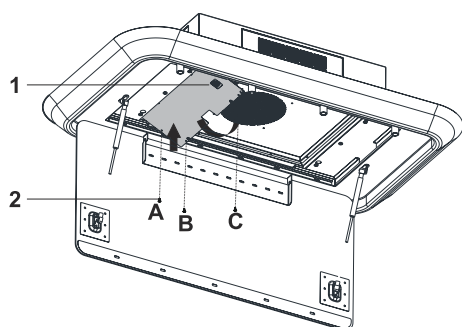

Abb. 15
- 5.** ➔ Elektronikboxdeckel-Montage an den Punkten A,B,C durchführen.(Abb. 15).